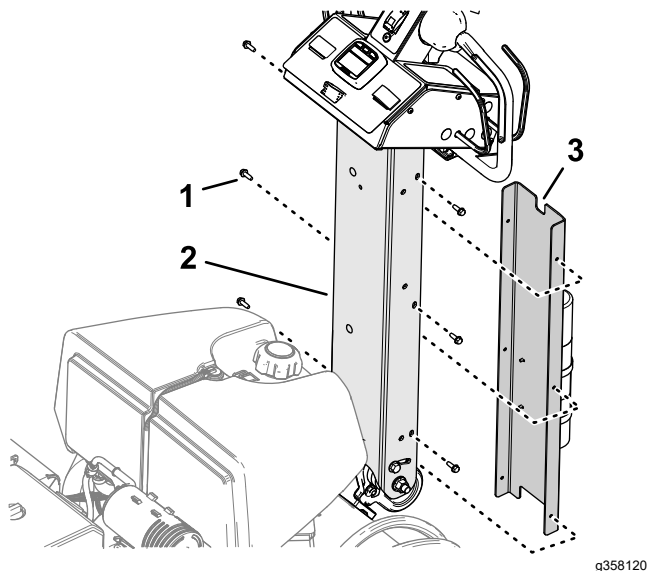

Figura 12
- Aliniați creștătura mică din capacul barei de ghidare cu creștătura în sus (Figura 12).